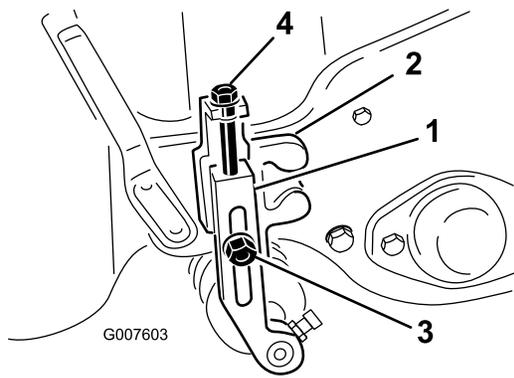

Figura 47
- 2. Afloje las contratueras que sujetan los brazos de ajuste de la altura de corte a los soportes de ajuste (Figura 47).